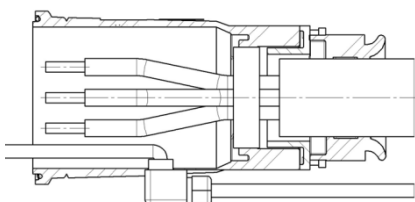

Abb. 55: Winkelkabelverschraubung
- Für 160A -250A C-Line Hochstromsteckkontakte Winkelkabelverschraubung für das Pilotkabel gemäss Abb. 55 vorsehen.